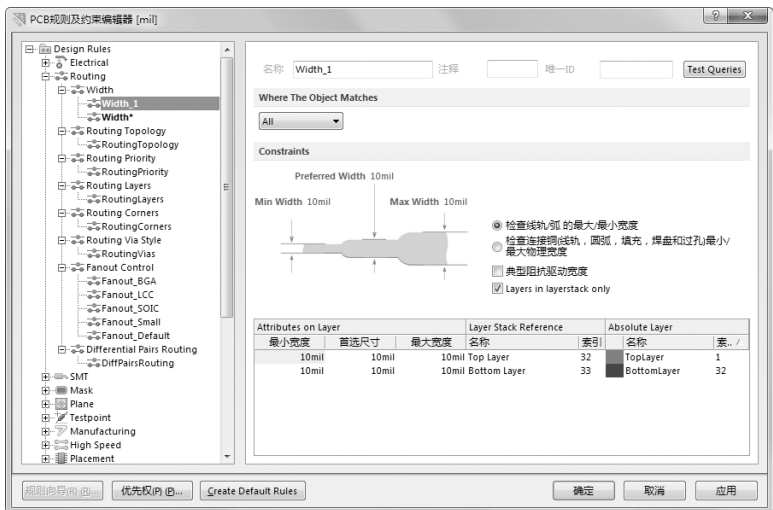

图 15-58 “Width_1”选项
(6) 将“Max Width”（最大宽度）与“Preferred Width”（首选宽度）选项都设置为 16 mil。新增一项线宽的设计规则，右键单击鼠标“Width”（宽度）选项，在弹出的右键快捷菜单中单击“新规则”命令，即可产生 Width_1 选项。选择该选项，如图 15-58 所示。